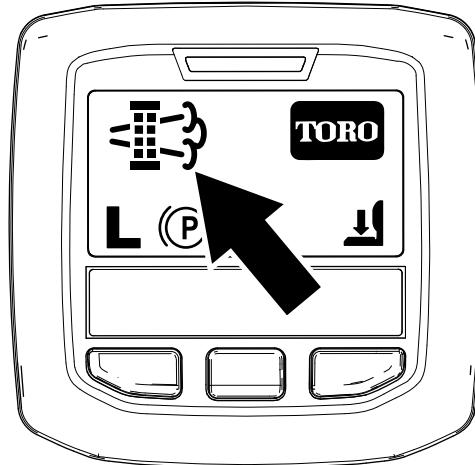

図 43
- 駐車再生 やリカバリ再生が必要になると、インフォセンターに再生要求アイコン 図 43 が表示されます。